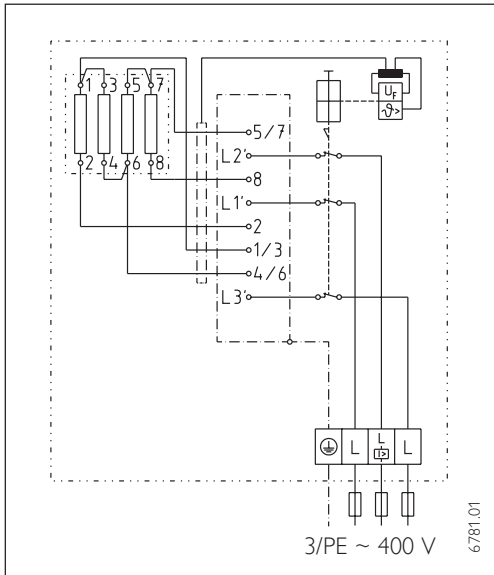
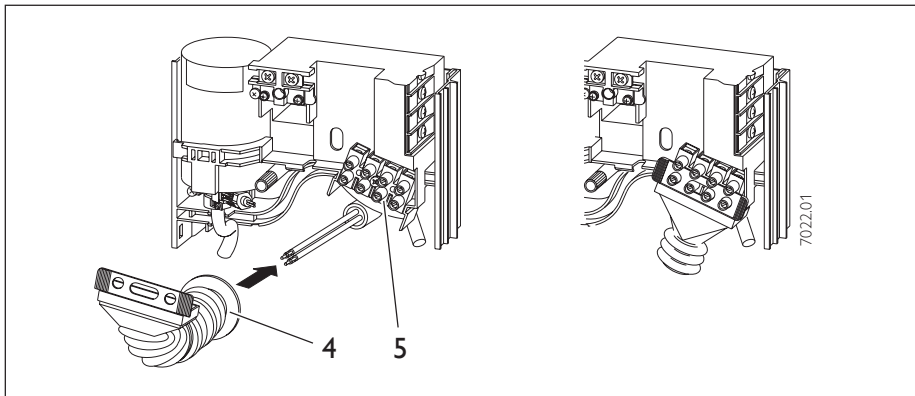

Abb. 16 / Fig. 16 / Afb. 16
Abb. 19 / Fig. 19 / Afb. 19
⚠ Das Gerät muß an den Schutzleiter-anschluß angeschlossen werden (siehe Abb. 16).
Das Gerät ist im Anlieferungszustand für Elektroanschluß im unteren Gerätebereich vorbereitet (Abb. 19).
- Anschlußleitung entsprechend Abb. 16 an die Klemmleiste (Abb. 19, Pos. 5) anschließen.
Elektrischen Anschluß entsprechend Abb. 16 herstellen.
The unit must be connected to the earth terminal (see Fig. 16).
The unit as delivered is prepared for electrical connection in the lower section of the unit (Fig. 19).
- The cable sleeve supplied (item 4) must be used to protect against water ingress!
- Connect the power lead to the terminal strip (Fig. 19, item 5) as per Fig. 16.
Connect power cable as per Fig. 16.
L'appareil doit être connecté au conducteur de protection (voir fig. 16) conformément aux réglementations en vigueur.
L'appareil est livré en vue d'un raccordement électrique en partie basse (fig. 19).
- Le passe-fil en caoutchouc fourni (pos. 4) doit être utilisé de sorte à protéger le câble contre les infiltrations d'eau!
- Raccorder le câble au bornier (fig. 19, pos. 5) comme indiqué à la figure 16.
Réaliser le raccordement électrique comme indiqué à la figure 16.
Het toestel moet op de veiligheids-aardleiding worden aangesloten (zie Afb. 16).